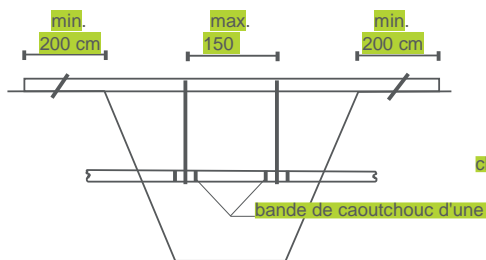
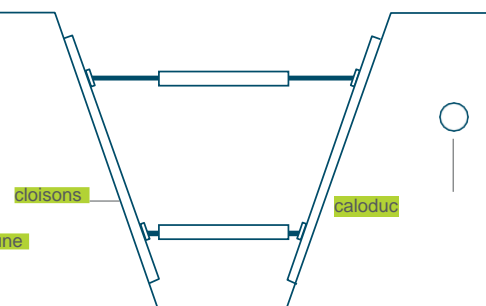

fig. 2 - suspension du tuyau par excavation ou affaissement
fig. 3 - étalement des parois de tranchée
3. Si l'installation de chaleur risque d'être endommagée (rupture, etc.) par un affaissement de terrain, il faut prendre des mesures appropriées (voir par exemple fig. 2 et fig. 3) et avertir immédiatement le gestionnaire du réseau de distribution de chaleur. Si un tube doit être suspendu, une bande en caoutchouc doit être placée entre le tube et le support de fixation pour éviter d'endommager le tube ou son revêtement (voir fig. 2).
Avant l'exécution de tout forage ou pressage autorisé. Afin d'éviter tout dommage aux conduites existantes, l'entrepreneur doit dans tous les cas procéder à une excavation préalable autour des conduites existantes et les excaver d'un demi-mètre dans une zone d'un mètre autour du point d'entrée et du point de sortie théorique du forage ou du pressage. Là aussi, il doit évidemment prendre les précautions nécessaires pour éviter tout dommage aux conduites existantes et pour les soutenir (voir 3.3.B.3. et figure 2 ci-dessus).